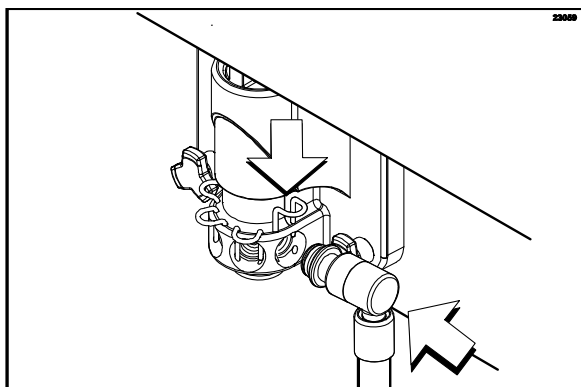

Figura 37
28. Lubrifique o anel de vedação. Levante o retentor da válvula de xarope. Instale a válvula de xarope. Empurre o retentor da válvula de xarope para baixo, para prendê-la no lugar. **Repita este procedimento para cada válvula de xarope.** (Veja a Figura 37.)